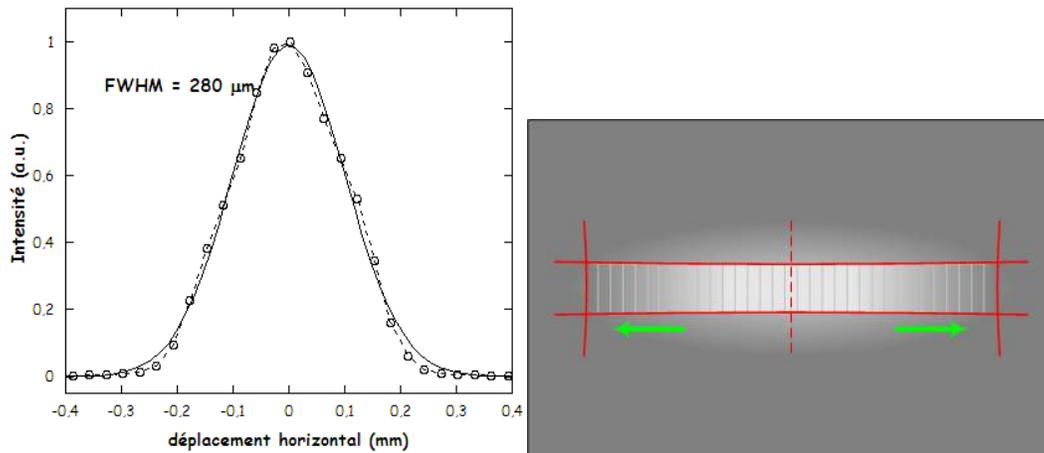

FIGURE 6.3.10 – Exemple de profil élargi symétrique / Représentation schématique du faisceau à l'écran
**La tache est large mais symétrique (figure 6.3.10) :** Le point focal est sur l'axe optique mais pas au niveau des fentes.